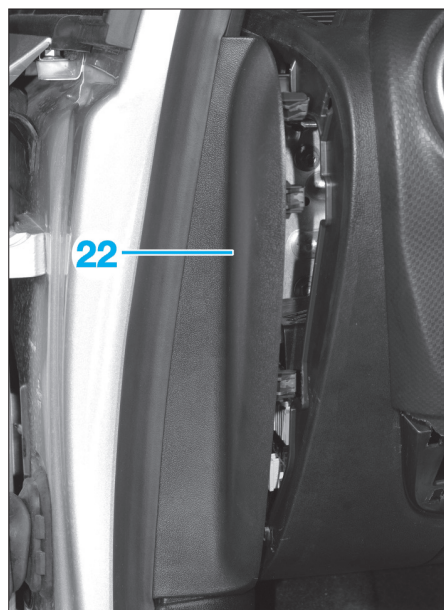

Fig. 45
- De chaque côté de la planche de bord, déposer les garnitures latérales (22) (Fig.45).